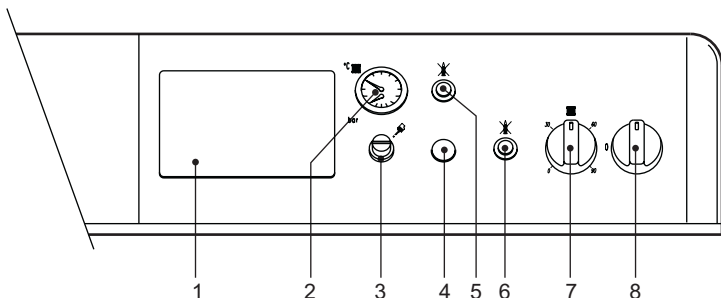

fig. 1 - Panel de mandos
- Poner el interruptor de la caldera "8" en la posición 1 (fig. 1).
- En caso de que la caldera esté equipada con una centralita electrónica termostática, montada en posición 1 de fig. 1, el usuario deberá considerar también las instrucciones proporcionadas por el fabricante de la misma.
Si se gira el mando 7 fig. 1 en el sentido de las agujas del reloj, la temperatura del agua de la calefacción aumenta; en sentido contrario a las agujas del reloj, disminuye. La temperatura puede regularse entre 30 °C y 90 °C. Se aconseja no hacer funcionar la caldera a menos de 45°.
Mediante el termostato de ambiente, programar la temperatura deseada en el interior de la vivienda. La caldera se enciende gobernada por el termostato de ambiente y calienta el agua de calefacción a la temperatura establecida por el mando de regulación de la temperatura de la calefacción 7 fig. 1. Cuando se alcanza la temperatura ambiente deseada, el generador se apaga.
La presión de carga con la instalación fría, leída en el hidrómetro de la caldera 2 fig. 1, tiene que estar alrededor 1,0 bar. Si la presión de la instalación disminuye durante el funcionamiento (debido a la evaporación de los gases disueltos en el agua) por debajo del valor citado, el usuario ha de restablecer el valor inicial mediante la llave de llenado. Al finalizar la operación, cerrar siempre la llave de llenado.